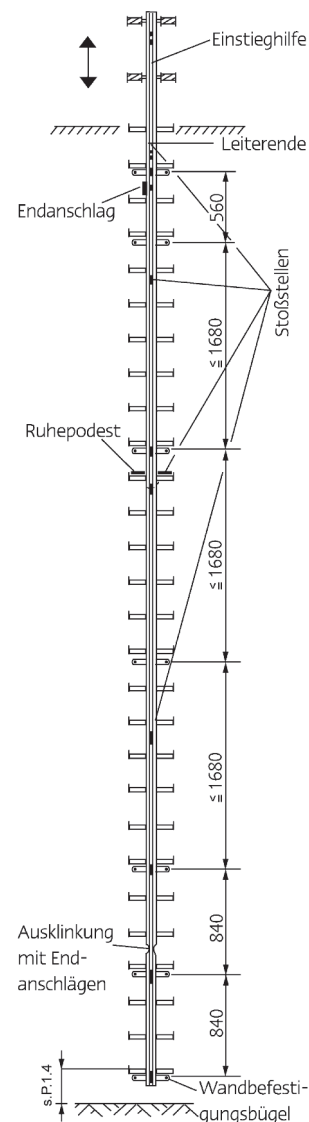

Abb. 1: Einholm-Fallschutzleiter Typ 544.02/Typ 9442.02 mit aufsteckbarer Einstieghilfe
1.3 Die oberste Sprosse und die obere Zugangsebene sollen auf gleichem Niveau liegen. Bei Schächten mit Deckel oder evtl. mit Schmutzfänger ist das obere Leiterende entsprechend tiefer zu setzen (Abb. 1).
1.4 Der Abstand von der unteren Zugangsebene zur untersten Sprosse darf zwischen 100 und 400 mm betragen. (Abb. 1).
1.6 Nach DIN EN ISO 14122 wird alle 12 m ein Ruhepodest gefordert. Die DIN 18799 fordert alle 10m (25 m bei geübten Personen) mindestens eins (Abb. 1).
1.8 Die Verbindung zwischen Fallschutzläufer und Sicherheitsgurt muss von einem gesicherten Standplatz aus hergestellt oder gelöst werden können. Diese Forderung wird erfüllt durch Montage einer HACA-Einschwenkbaren Einstieghilfe Typ 0529.67.01 oder bei Schächten durch eine HACA-Aufsteckbare Einstieghilfe Typ 0529.65.03 oder Typ 0929.65.03 (Abb. 1, bitte separate Montageanleitung beachten).
Vor der Montage alle Teile auf Unversehrtheit und Sauberkeit prüfen. Mörtel u. ä. von den Teilen fernhalten. Die Leiter kann sich aus unterschiedlich langen Grundleiterteilen zusammensetzen. Die Anordnung ist frei wählbar. Anordnung der oberen und unteren Wandbefestigung (siehe Abb. 1).
Max. Leiterüberstand 500 mm bei einer Leiter ohne Einstieghilfe. Wird eine Einstieghilfe montiert, ist der oberste Wandbefestigungsbügel direkt unter der obersten Leitersprosse zu montieren. Der Abstand vom obersten Befestigungsbügel zum nächsten beträgt dann 560 mm (Abb.1). Die Einstieghilfe ist nach separater Montageanweisung zu montieren.